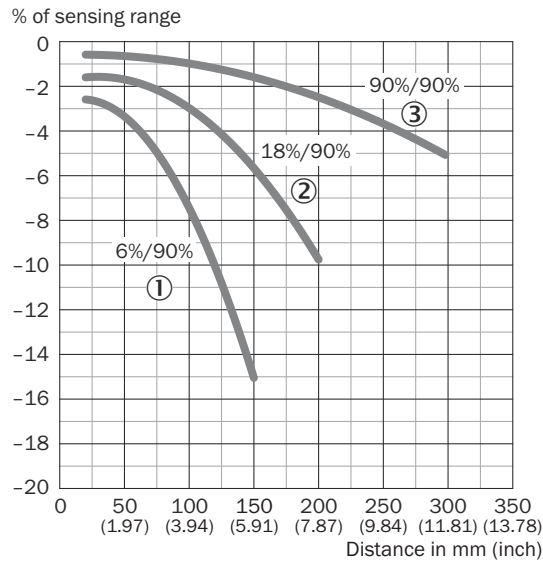

Рисунок 51: HTF18, % расстояние срабатывания
Проверьте условия применения: отрегулируйте расстояние срабатывания и расстояние до объекта или заднего фона и характеристики диффузного отражения объекта, следуя соответствующей схеме [рисунок 51] ( $x$  = расстояние срабатывания,  $y$  = переходный диапазон между установленным расстоянием срабатывания (заднего фона и объекта) в % расстояния срабатывания (коэффициент диффузного отражения объекта / коэффициент диффузного отражения заднего фона)). Коэффициент диффузного отражения: 6 % = черный ①, 18 % = серый ②, 90 % = белый ③ (применительно к стандартному белому в соответствии с DIN 5033). Минимальное расстояние ( $= y$ ) для надежного обнаружения объекта может быть определено при помощи схемы [рисунок 51①] ниже: